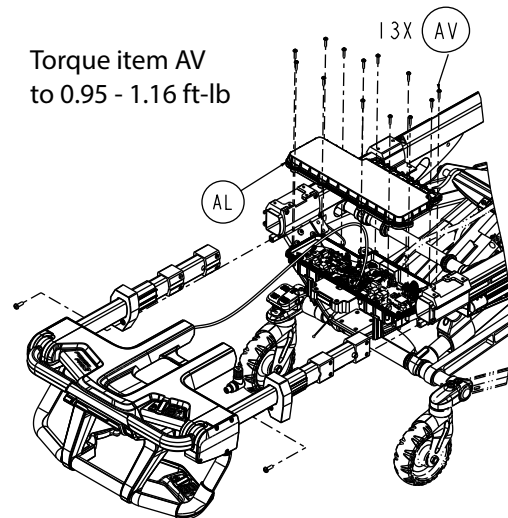

Figure 75 – Retirer les vis du boîtier FEIB
8. À l'aide d'une clé Torx T20, retirer les treize vis de taraudage à tête ronde à embase (AV) qui fixent le boîtier supérieur FEIB (AL) au boîtier inférieur FEIB (Figure 75). Conserver les vis.